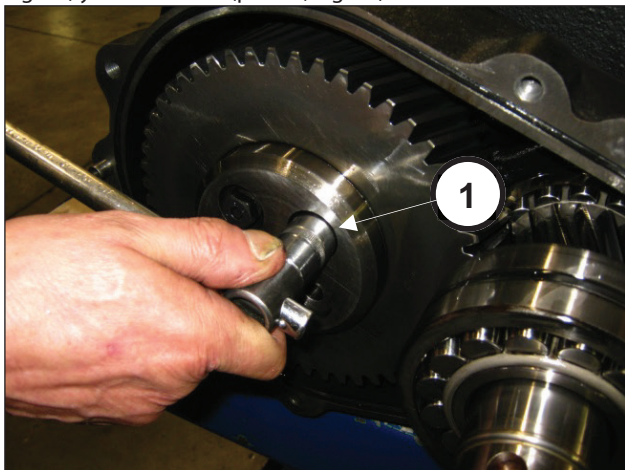

Fig. 10
Aflojar los tornillos que fijan el tope de la corona (pos. ①, Fig. 10) y desmontarlo (pos. ①, Fig. 11).